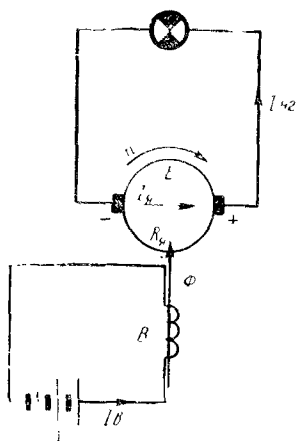

Рис. 35. Принципиальная схема генератора независимого возбуждения.
У генератора независимого возбуждения обмотка возбуждения B получает питание от постороннего источника тока — аккумулятора A (рис. 35). Ток возбуждения $I_{\text{в}}$, проходя по обмотке возбуждения, создает в полюсах магнитный поток Φ , пронизывающий обмотку якоря. При вращении якоря первичным двигателем в обмотке якоря индуцируется э. д. с. $E_{\text{я}}$, величина которой, согласно формуле (14), зависит от магнитного потока и скорости вращения якоря.